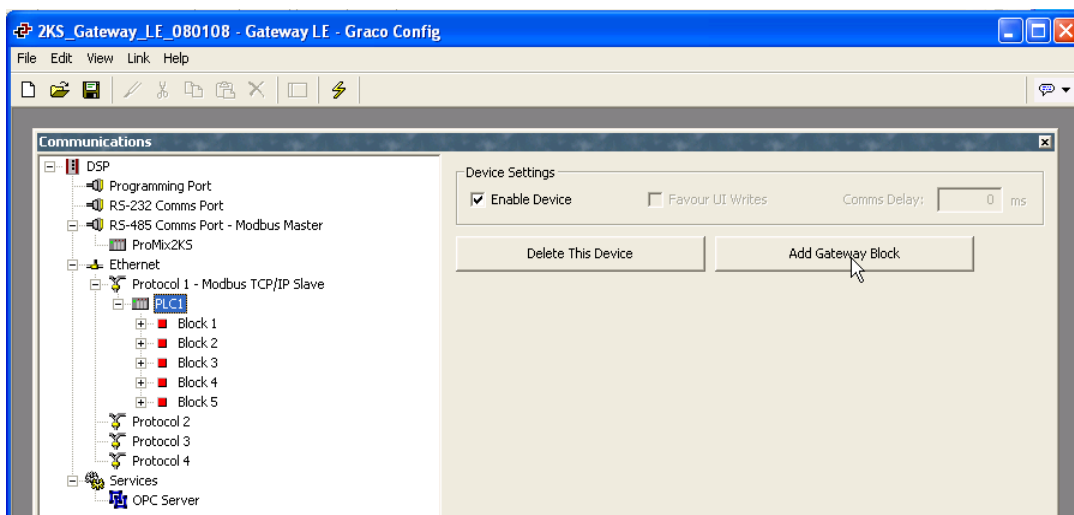

FIG.21: Aggiunta dei blocchi Gateway
4. Vedere la FIG.21. Aggiungere i blocchi Gateway necessari per ogni dispositivo.